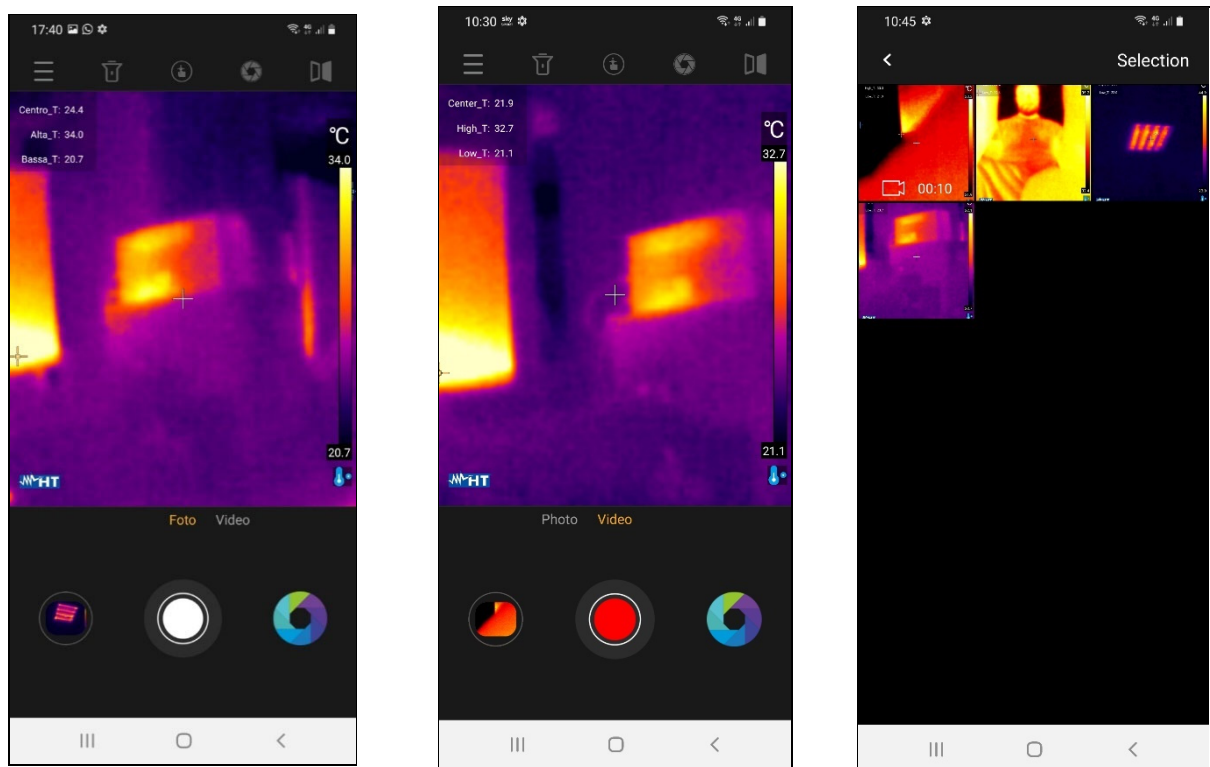

Abb. 9: Speichern von Bildern und Videos
1. Tippen Sie auf das weiße zentrierte Symbol (siehe Abb. 3 – Teil 17), um das Bild auf dem Display zu speichern. Die Meldung "Gespeichertes Foto" wird für einen Moment angezeigt und der entsprechende Schnappschuss wird im Icon unten links angezeigt (siehe Abb. 3 – Teil 15), wie in Abb. 9 – linke Seite
2. Tippen Sie auf die Option "Video" (siehe Abb. 3 – Teil 14), um IR-Videos auszuführen und tippen Sie auf das rote mittlere Symbol, um den Vorgang zu starten. Tippen Sie auf das zentrale Symbol mit rotem Quadrat (siehe Abb. 9 – mittlerer Teil), um das IR-Video zu beenden und zu speichern. Die Meldung "Gespeichertes Video" wird für einen Moment angezeigt
4. Tippen Sie auf das Symbol unten links (siehe Abb. 3 – Teil 15), um auf die Galerie der gespeicherten Bilder und Videos zuzugreifen (siehe Abb. 9 – rechte Seite).